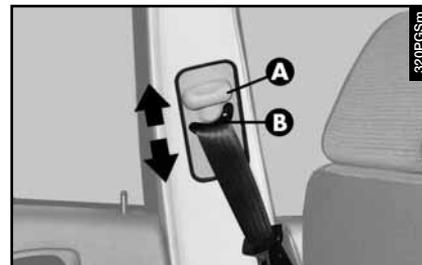

fig. 52
Pour le réglage, soulever ou baisser la poignée (**A-fig. 52**) du mécanisme de blocage, en déplaçant simultanément l'anneau oscillant (**B-fig. 52**) dans l'une des positions admises.
***Après le réglage, vérifier toujours que le curseur soit ancré dans l'une des positions prévues. Par conséquent, exercer, la poignée (A-fig. 52) lâchée, une poussée ultérieure pour permettre le déclic du dispositif d'ancrage au cas où la détente ne s'était pas produite en correspondance de l'une des positions stables.***